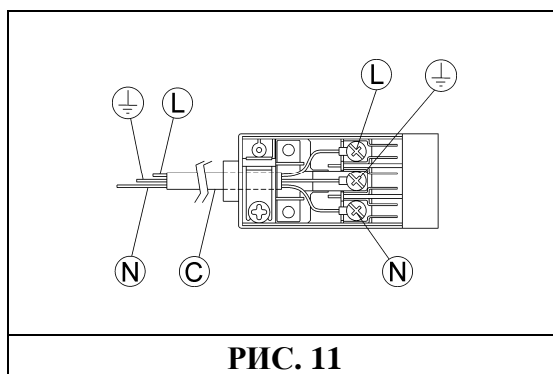

РИС. 11
- подсоединить к подводящему кабелю „С” (рис. 11), соответствующую указанной на опознавательной табличке потребляемой мощности вилку, если таковая не предусмотрена в комплекте.
- Подсоедините провода, следя за соблюдением нижеприведенных соответствий (рис. 11):